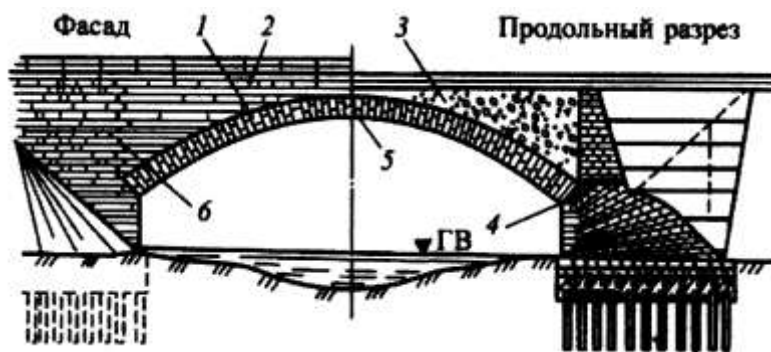

Рис. 50. Схема каменного моста
**Текст задания:** Перечислите конструктивные части каменного моста, представленного на рис. 50. Расскажите об особенностях каменных мостов.